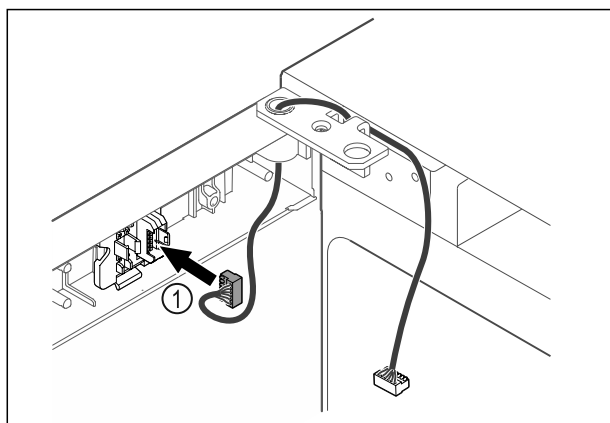

Fig. 59
- ▶ Sæt stikket Fig. 59 (1) i stikholderen.